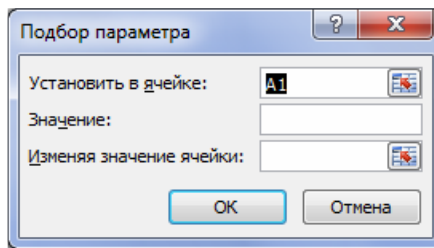

Рисунок 6.1 – Диалоговое окно «Подбор параметра»
1. Оформите таблицу, используя следующие столбцы: Должность, Количество сотрудников, Коэффициенты оклада (два столбца), Оклад, Итого. При решении задачи используйте сервисную функцию MS Excel «Подбор параметра»: на листе Данные раздел Работа с данными набор функций Анализ «что-если» (рисунок 6.1).